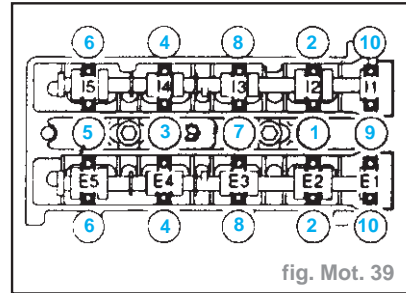

fig. Mot. 39
- Poser le chapeau de palier d'arbre à cames et serrer les vis en trois passes : (fig. Mot. 39)